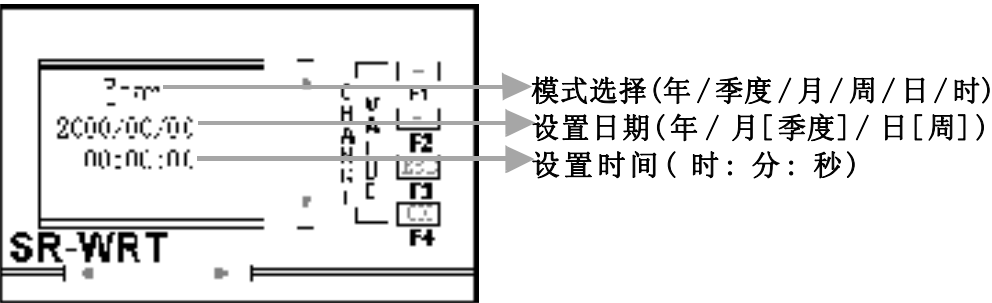

图 10.32 时钟模块设置界面
3. 选择编辑点 ON：光标仍以 “■” 形式出现在 M00 下，我们需要编辑 ON 时间，所以按 OK 键，将光标由 “■” 形式变为 “_” 形式，按 LEFT 或 RIGHT 键，光标就移动到 OFF 下，按 UP 键或 DOWN 键，光标出现在 ON 下，注意此时光标以 “_” 出现在 ON 下，我们按 OK 键，出现图 10.32 所示的万能时钟时间编辑界面：
在图 10.32 中，“_” 为光标，我们可以用 UP、DOWN、LEFT、